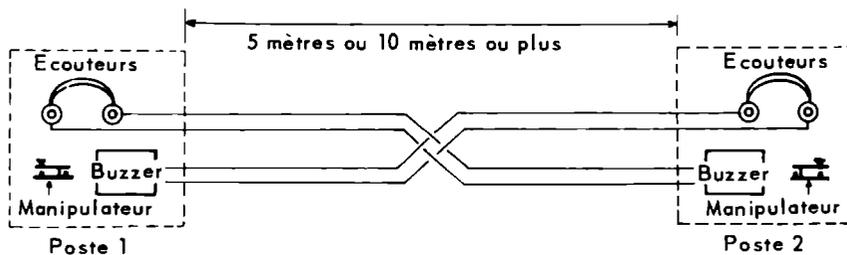

Fig. 299 — Avec deux ensembles complets, on peut établir deux « stations d'émission » figurant une véritable liaison radiotélégraphique.
**Avec deux ensembles et à deux**, comme indiqué en figure 299, chacun tour à tour manipule et transcrit les signaux qui lui sont envoyés par l'autre. Avec de longs fils aboutissant aux casques, on a ainsi l'image d'une véritable liaison par radiotélégraphie. Chacun manipule sur son buzzer et a aux oreilles le casque branché sur l'autre buzzer.